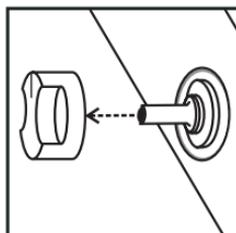

Fig. 1
2. Retire la perilla del control halando hacia el frente, ver fig. 1.